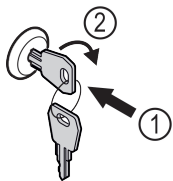

Fig. 131
- ▶ Sæt nøglen i Fig. 131 (1).
- ▶ Drej nøglen 90° med uret Fig. 131 (2).